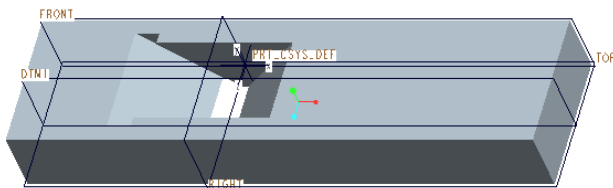

図 4-30 ホルダー作成完了
- 「保存したビューリスト」の「標準方向」を選択すると、図 4-30 のようにフィーチャーが完了する。